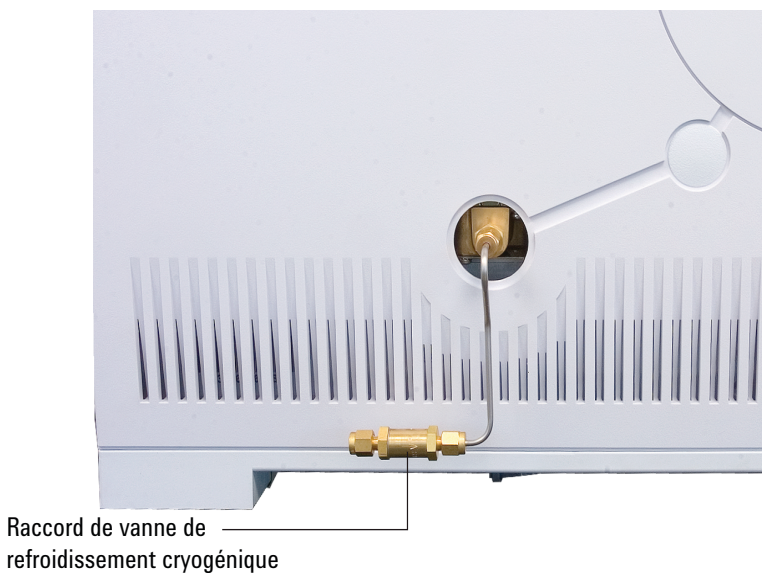

Figure 14 Emplacement de la vanne de refroidissement cryogénique
- 1 Repérez l'injecteur pour le CO₂ sur le côté gauche du CPG. Prévoyez une quantité suffisante de tube entre le réservoir d'alimentation et ce raccord. Voir la section Figure 14.